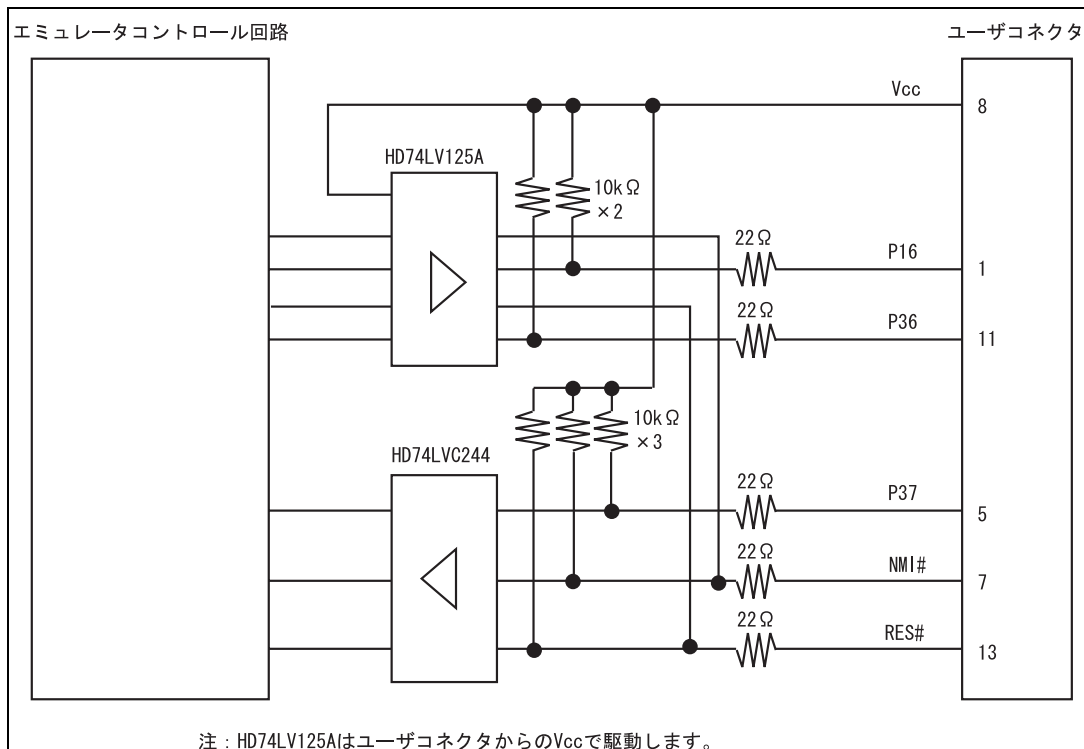

図 3.5 エミュレータ内インタフェース回路 (参考)
8. 図3.5にエミュレータ内インタフェース回路を示します。プルアップ抵抗の値などを決定するときに参考にしてください。